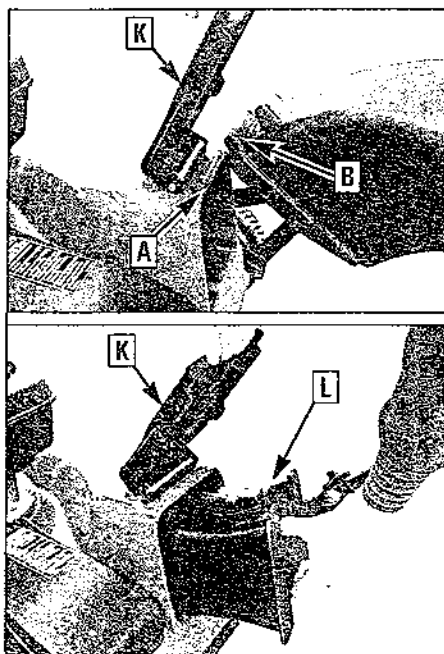

Figure 4-1: Système Bolens® Rapid Attach™.
Le Système Rapid Attach (Figure 4-1) est intégré au capot de la tondeuse afin que vous puissiez installer et retirer rapidement et facilement le bac de ramassage, l'embout d'évacuation latérale et l'embout de hachage.
Le bac de ramassage et l'embout d'évacuation latérale utilisent tous deux le même système. Ce système comprend une patte allongée (A, Figure 4-1) située en haut de l'orifice d'évacuation et un réceptacle (B) intégré à la partie supérieure de la porte du bac de ramassage et de l'embout d'évacuation latérale.
La fixation de l'embout de hachage est tout aussi facile. Maintenez la protection de l'orifice d'évacuation ouverte (K, Figure 4-1) et insérez l'embout (L), le mot "TOP" (HAUT) vers le haut, dans l'orifice d'évacuation.
2. Ouvrez la protection de l'orifice d'évacuation en la soulevant (K, Figure 4-1).
2. Soulevez la protection de l'orifice d'évacuation pour l'ouvrir (K, Figure 4-1) et abaissez l'ouverture de l'embout d'évacuation latérale (B, Figure 4-1) sur la patte de l'orifice d'évacuation (A). Assurez-vous que la patte est complètement recouverte.
1. Lorsque le moteur et la lame sont arrêtés, soulevez la protection de l'orifice d'évacuation pour l'ouvrir (K, Figure 4-1).